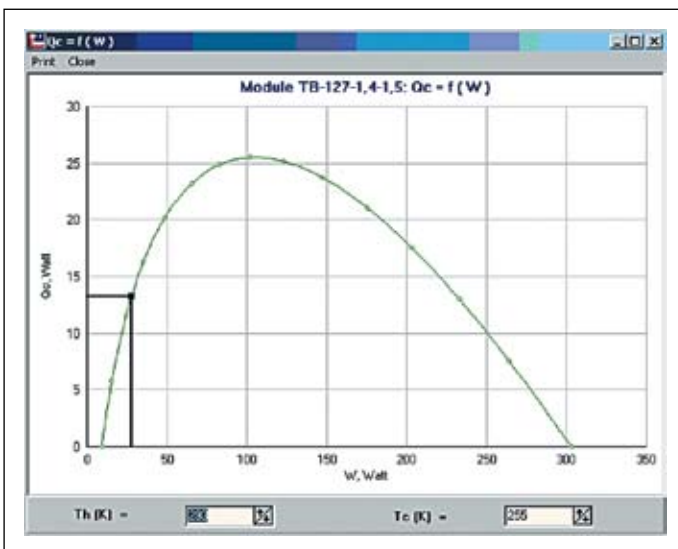

Рис. 20. Определение потребляемой мощности по значению требуемой холодильной мощности
7. На графике $Q_c = f(W)$ (рис. 20) группы № 1 находим потребляемую мощность $W = 27$ Вт, которая соответствует холодопроизводительности $Q_c = 13$ Вт.